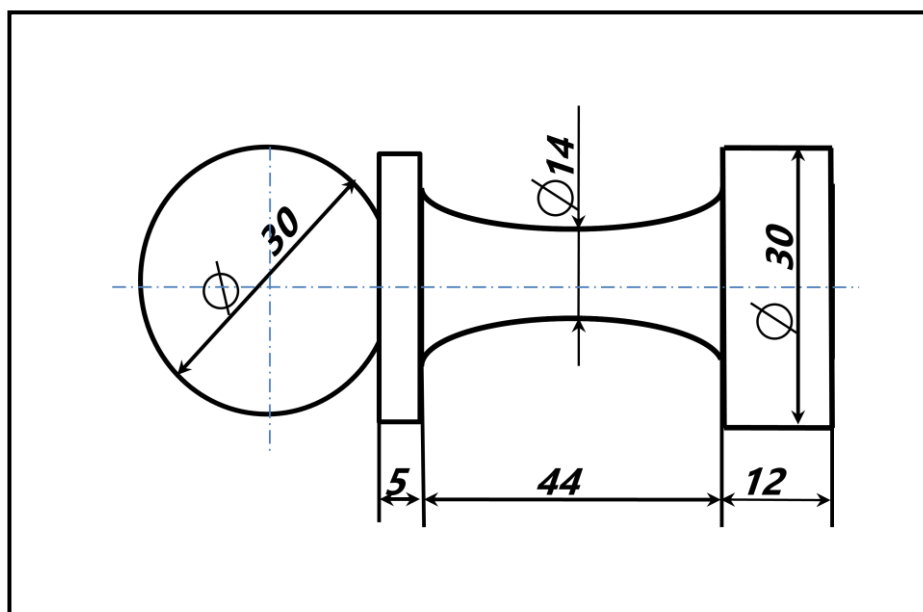

Рис. 1. Чертеж шахматной фигуры
1. На основе чертежа с неполными данными (рис. 1) разработайте чертёж шахматной фигуры.